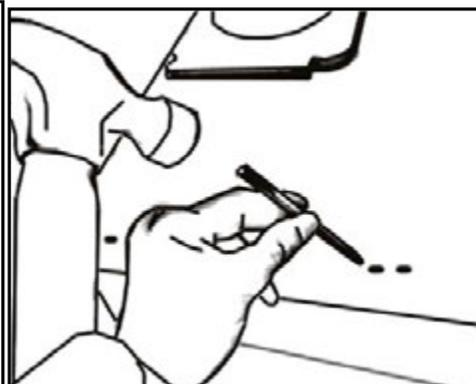

Figure 2
- Perforez les trous de fixation (pour fixer sous les armoires) sur la hotte, comme montrée dans la Figure 2